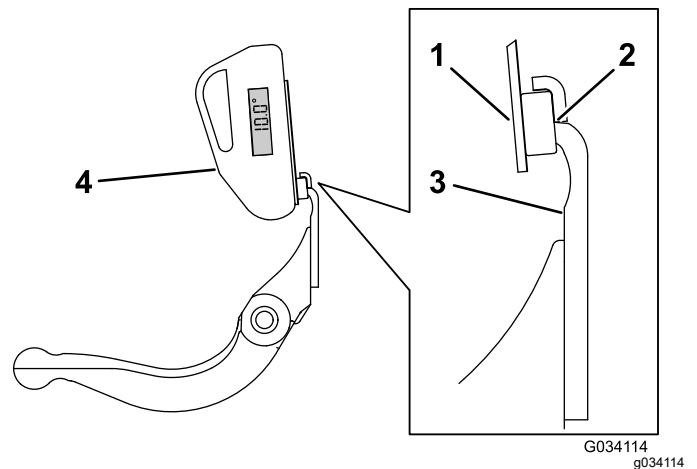

Figura 26
- Coloque el soporte del indicador de ángulo sobre el filo de la contracuchilla de manera que el borde del imán esté enrasado con el filo de la contracuchilla (Figura 26).
- Coloque el indicador de ángulo en el soporte, según se muestra en Figura 26.